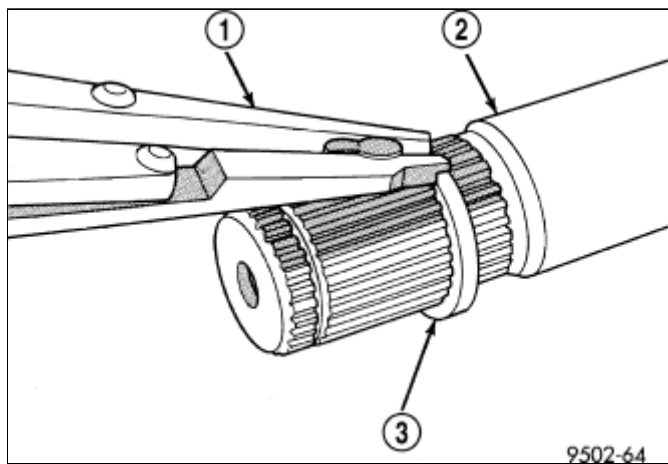

图 3 从互连轴拆卸卡簧
5. 尝试拆下外部CV万向节密封防尘罩之前，从互连轴（2）拆下大卡簧（3）\(图 3\)。